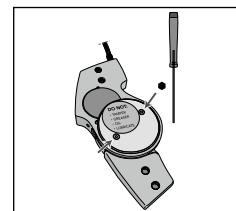

Fig. 4
2. Brug den medfølgende sekskantskruetrækker til at løsne de to skruer på den mediale (rustfri stål) dækplade og fjern den (se fig. 4).